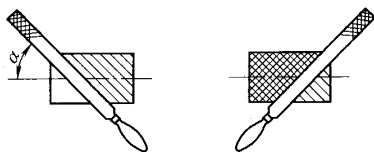

图 8
(9) 交叉锉削 锉刀推进方向与工件表面纵向中心线相交成一定角度 α (35°~75°)并换向90°以获得交叉锉纹的一种锉法(如图8所示)。